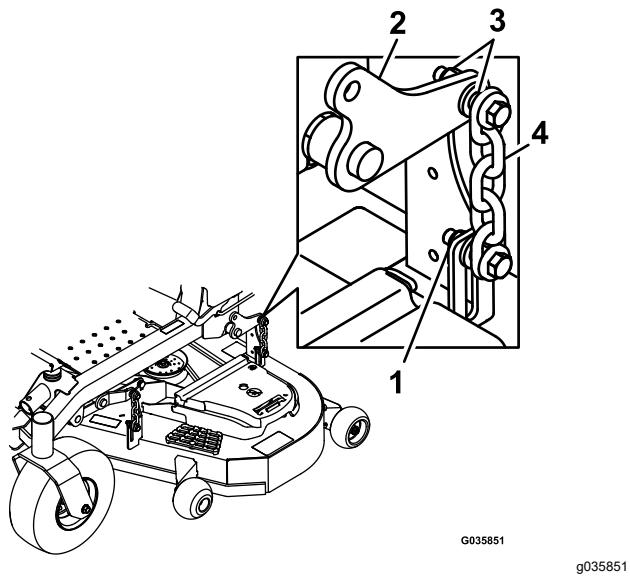

Figura 84
- Desaperte as porcas de bloqueio nos 4 cantos de forma que a plataforma assente de forma segura nos quatro calços (Figura 84).